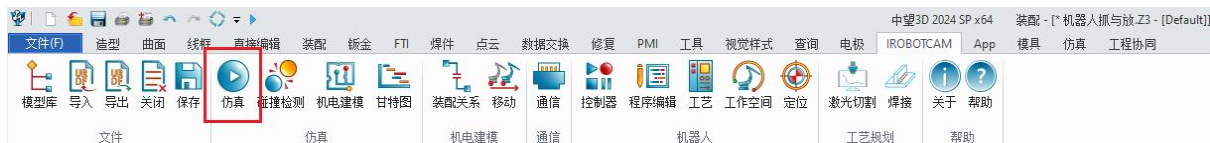

图 10-35: 仿真按钮
- ◇ 单击“IROBOTCAM”选项卡中的“仿真”按钮。(图 10-35)